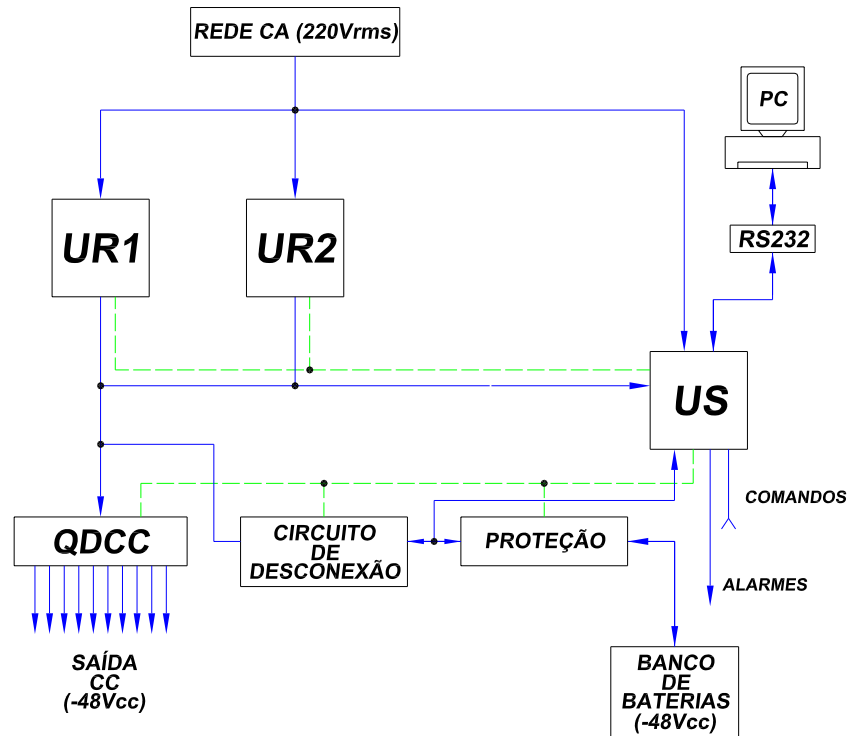

Figura 1 - Diagrama de blocos.
O Sistema de Retificadores (SR) modelo PHB - SR20A-48V/01 ou ANATEL - SR 20A/-48V/1.4.2 é apropriado para aplicações “indoor” ou “outdoor” que requerem temperaturas agressivas de operação, alto nível de confiabilidade e compactação (19”/1U). Adicionalmente, seu layout modular propicia facilidade de operação e manutenção. O SR pode ser ilustrado pelo diagrama de blocos apresentado na figura 1.